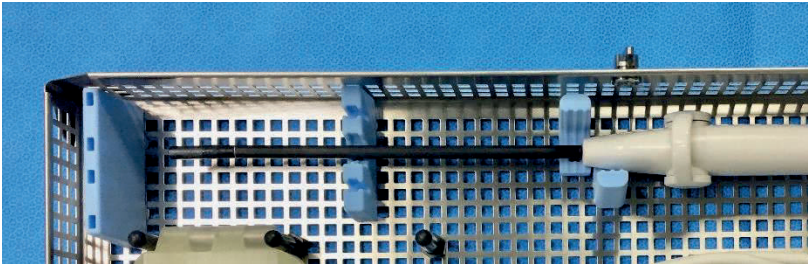

Figure 5-2 Mise en place correcte de la sonde IUUS, angle de l'embout articulé à 0°.
- b. Placer la sonde IUUS dans le plateau en réglant l'angle d'articulation à 0°. S'assurer que le levier d'articulation est dirigé vers le haut, de sorte que la surface du transducteur de la sonde IUUS soit orientée vers le bas, voir la Figure 5-2.